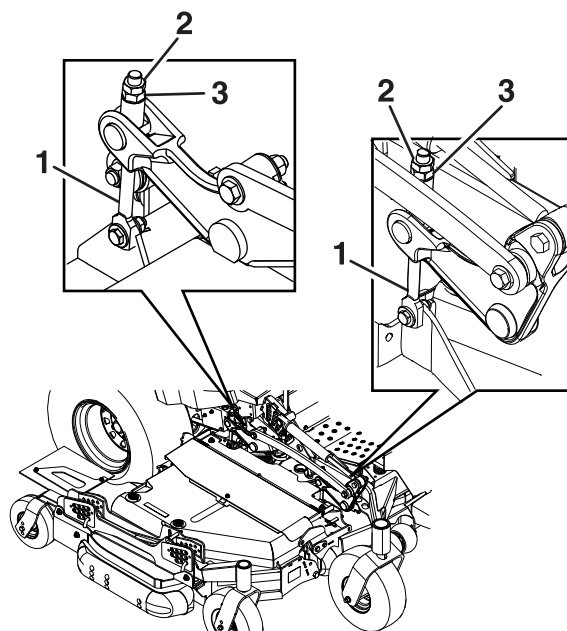

Рисунок 79
Ослабьте контргайки на верхней части каждого регулятора деки. Выполните тонкую настройку регулятора на переднем узле подъема деки, поворачивая его так, чтобы получить правильную высоту левой и правой передних кромок ножей средней деки (Рисунок 79).
5. Если у 4 регуляторов деки (Рисунок 79) не хватает диапазона регулировки для получения точной высоты скашивания с требуемым наклоном ножей, можно использовать одноточечную регулировку для получения большего диапазона.
6. Чтобы отрегулировать по одноточечной системе, сначала ослабьте передний и задний крепежные болты пластины высоты скашивания (Рисунок 79).